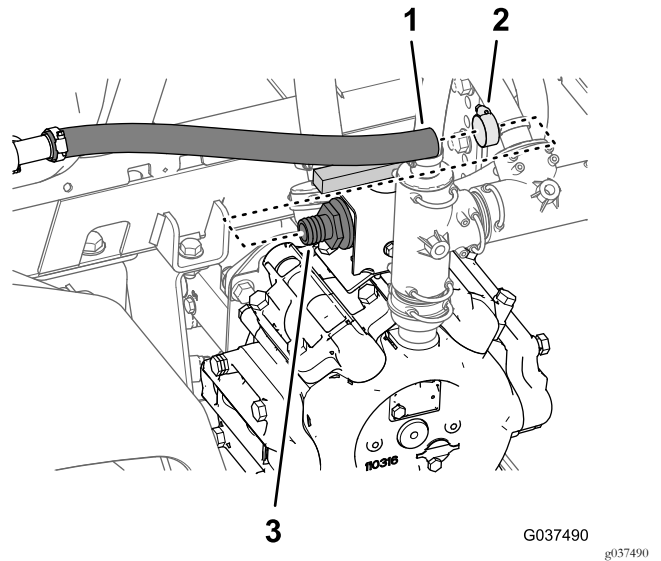

図 32
1. 液剤ポンプで、ボールバルブのバーブ付きフィッティングに攪拌ホースを固定しているホースクランプを外す 図 32。
2. バーブ付きフィッティングから攪拌給水ホースを取り外す 図 32。